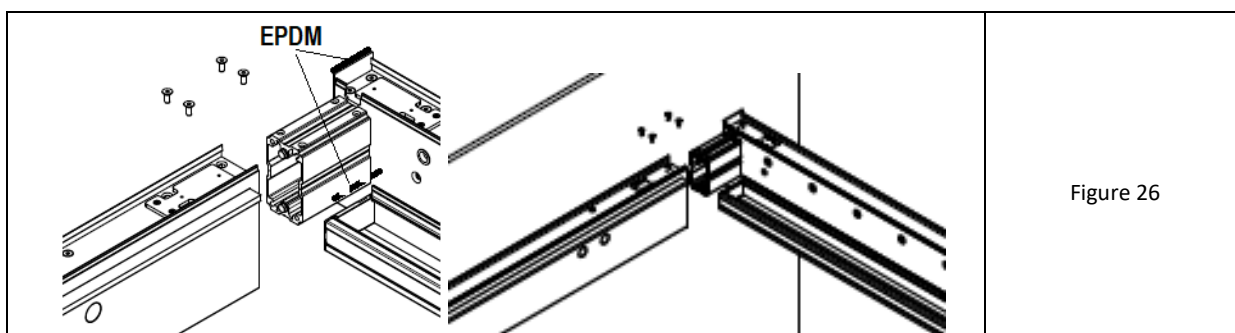

Figure 26
6. Appliquer les bandes d'écartement autocollantes en EPDM (Fig. 26) sur les embouts des poutres longitudinales côté mur après dégraissage des bords supérieurs et inférieurs.